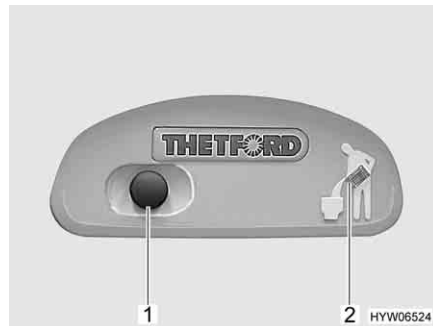
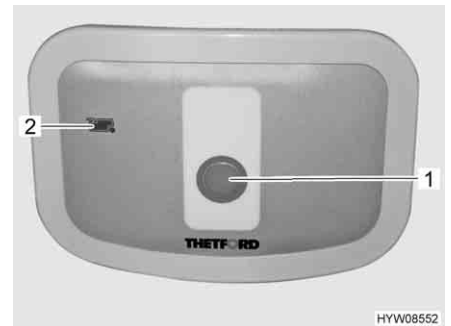

Bild 257 Spolknapp/kontrollampa Thetford-toalett
Bild 258 Spolknapp/kontrollampa Thetford-toalett (alternativ)
- För att spola, tryck på den blå spolknappen (Bild 257,1 resp. Bild 258,1).
Kontrollampan (Bild 257,2 resp. Bild 258,2) lyser när latrintanken måste tömmas.